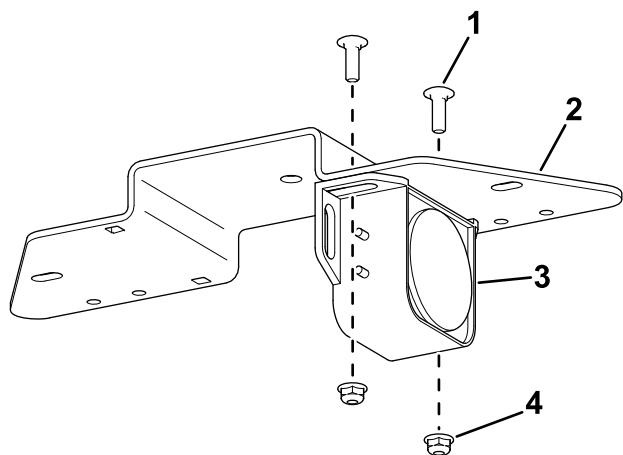

Figure 1
- Fixez l'alarme sur le support de fixation à l'aide de 2 boulons de carrosserie ((1/4" x 3/4") et 2 écrous à embase ((1/4") (Figure 1)